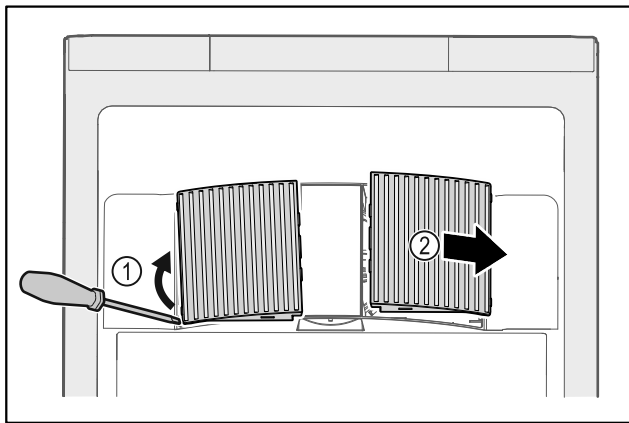

Fig. 164
- ▶ Abrir cuidadosamente las cubiertas del ventilador haciendo palanca por un lado Fig. 164 (1) y retirarlas hacia delante Fig. 164 (2).